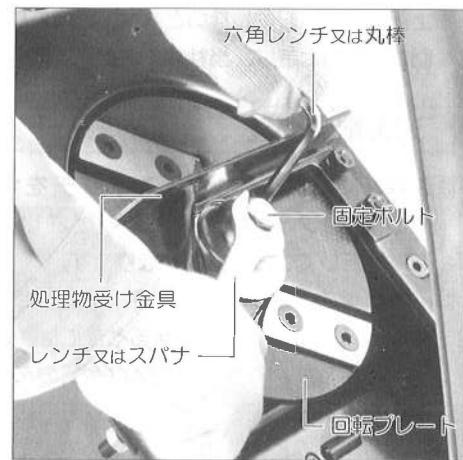

図11
- 回転プレートの取りはずしは、中心にある固定ボルトをスパナ・レンチ等で左に回してください。処理物受け金具を取り外して、プレートを取り替えます。取り付けは、ボルトを右に回して軽く締め、処理物受け金具を確実に締め付けてから、回転プレートの動きを止めて固定ボルトを確実に締め付けてください。(回転プレートの固定ボルトには空転防止のワッシャがついています。必ず固定ボルトの下に入れてください。)(図11参照)